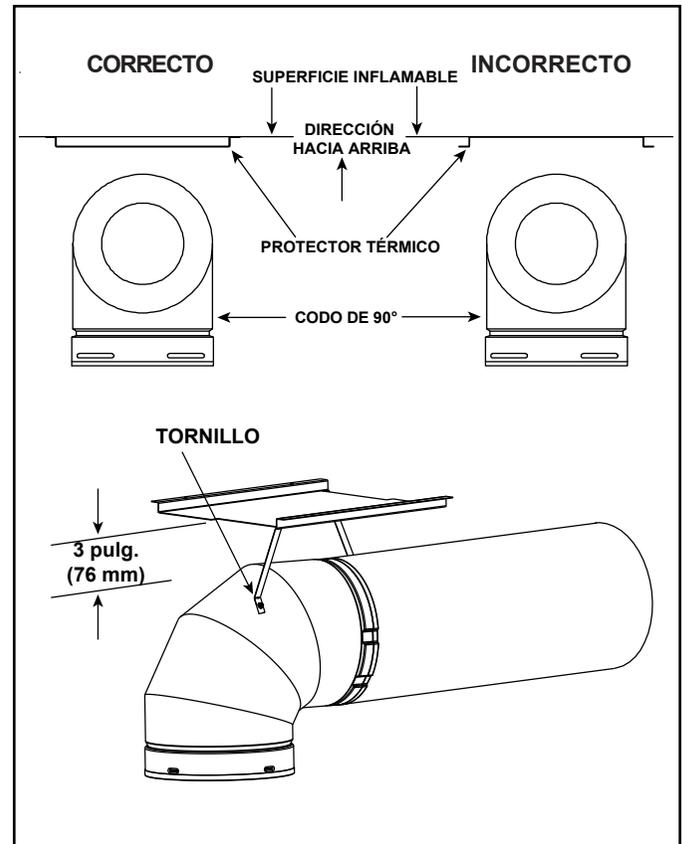

Figura 5.2 Instalación del protector térmico del codo
2. Sujete el protector en su lugar con los cuatro orificios guía. El protector debe estar orientado de manera que la dimensión (más larga) se encuentre en la misma dirección en la que apunta el codo. El protector se debe centrar directamente sobre el codo y colocar de manera que cree un espacio de aire de 1/2 pulgadas (12.7 mm) entre el protector y la superficie inflamable. Consulte la Figura 5.2.